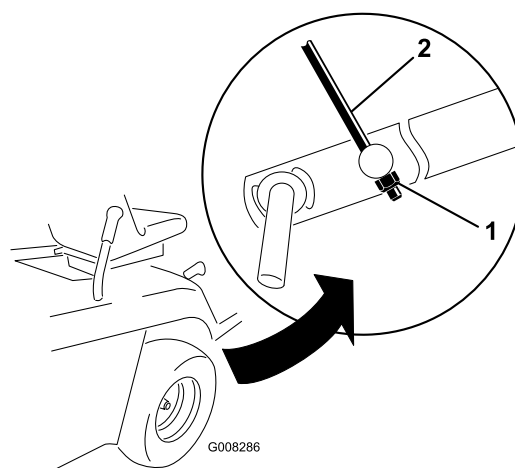

Figura 44
- Ajuste la contratuerca M8, en el extremo de la varilla de ajuste de altura de corte, hasta que la varilla esté ligeramente tensada (Figura 44).